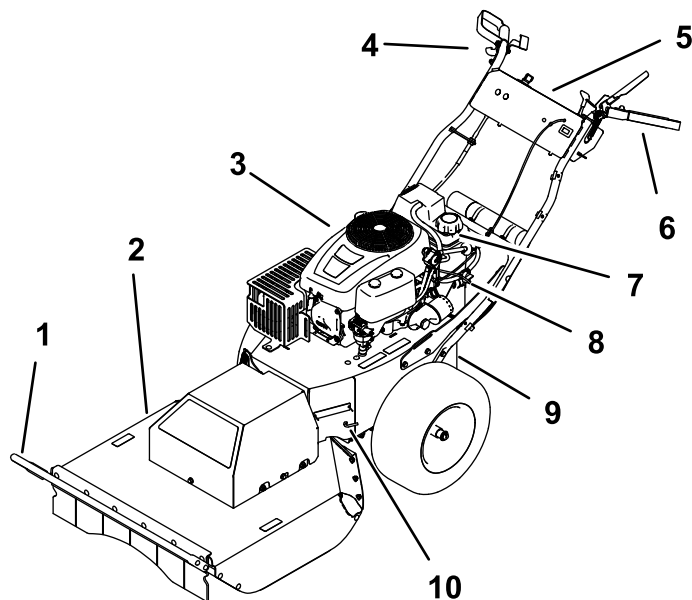
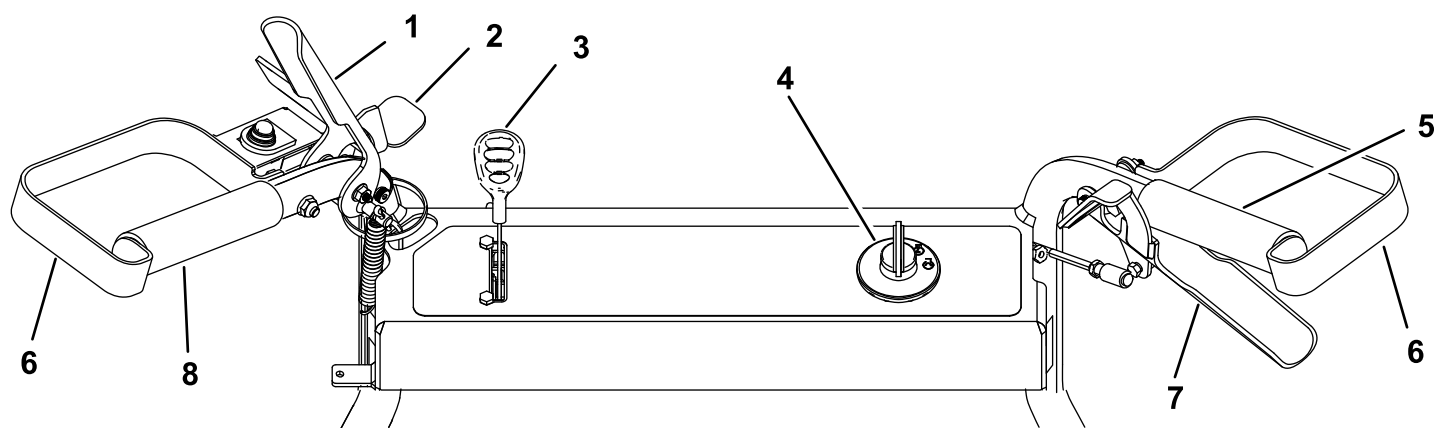

Figure 7
Figure 8
Avant de mettre le moteur en marche et d'utiliser la machine, familiarisez-vous avec toutes les commandes (Figure 7 et Figure 8).
3. Nettoyez la surface autour du bouchon du réservoir et enlevez le bouchon (Figure 7).